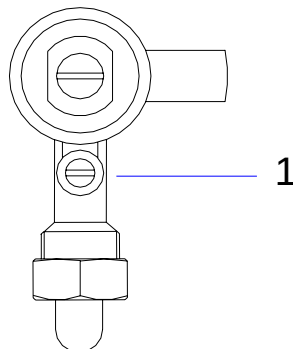

Fig.8
b) Attraverso l'apertura del coperchio inserire un cacciavite e ruotare la vite (1) nella direzione Fig 8. In senso orario per ridurre il minimo fino al massimo o antiorario 1 giro per G30 / G31 e 2 giri per aumentare il minimo.